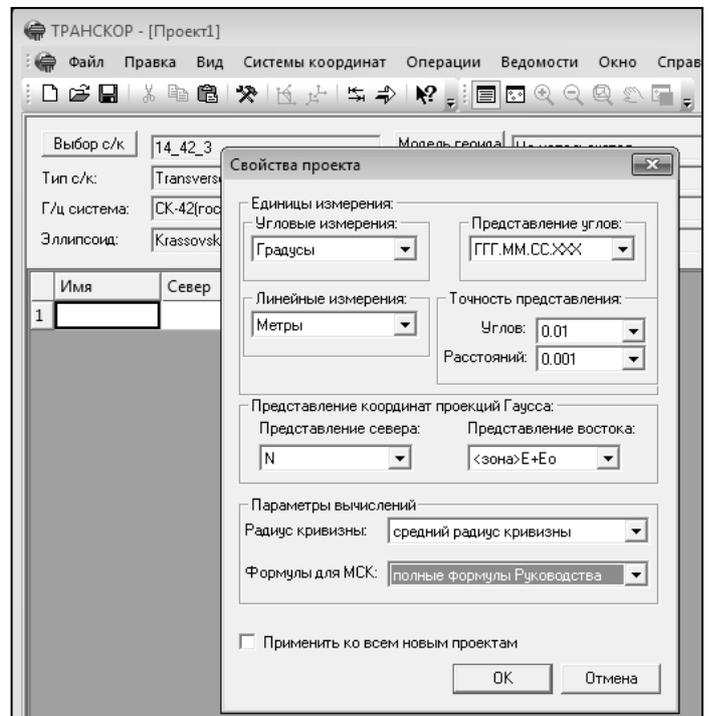
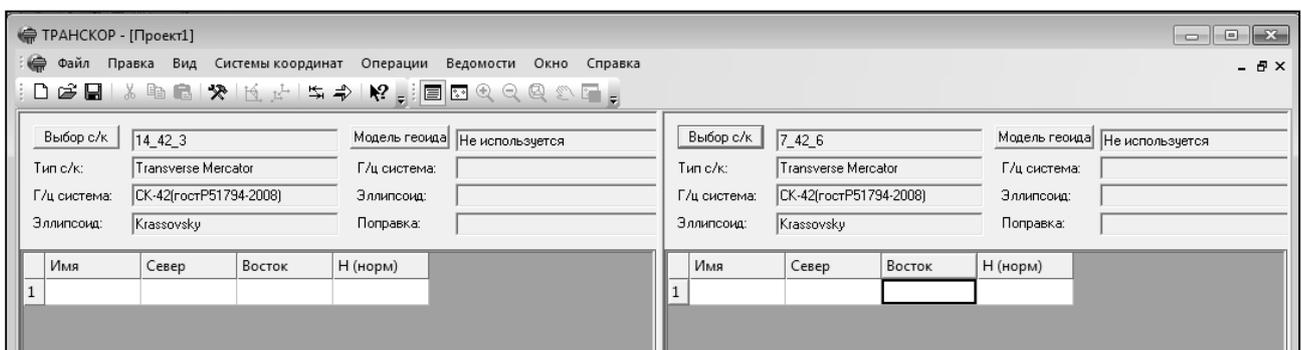

Рис. 1.5.
Рис. 1.6.
4. Выполните настройку представления данных проекта в левой панели. Для этого вызовите команду **Файл/Свойства проекта**. Установите представление севера как N, а представление востока как <зона>E+E0, остальные настройки оставьте без изменений (рис.1.5). Аналогичные представления координат настройте и в правой панели. По завершении операций окно проекта примет следующий вид (рис.1.6):